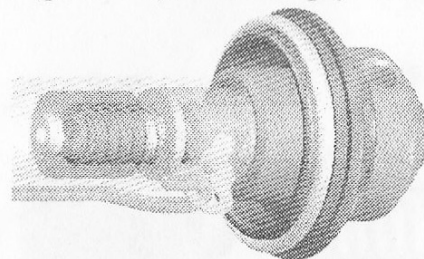

Рис. 18
13. **Обязательно нажать на спусковой крючок!!!** Вы услышите легкий щелчок. Это значит, что все детали спускового механизма пришли в рабочее положение (рис. 18).